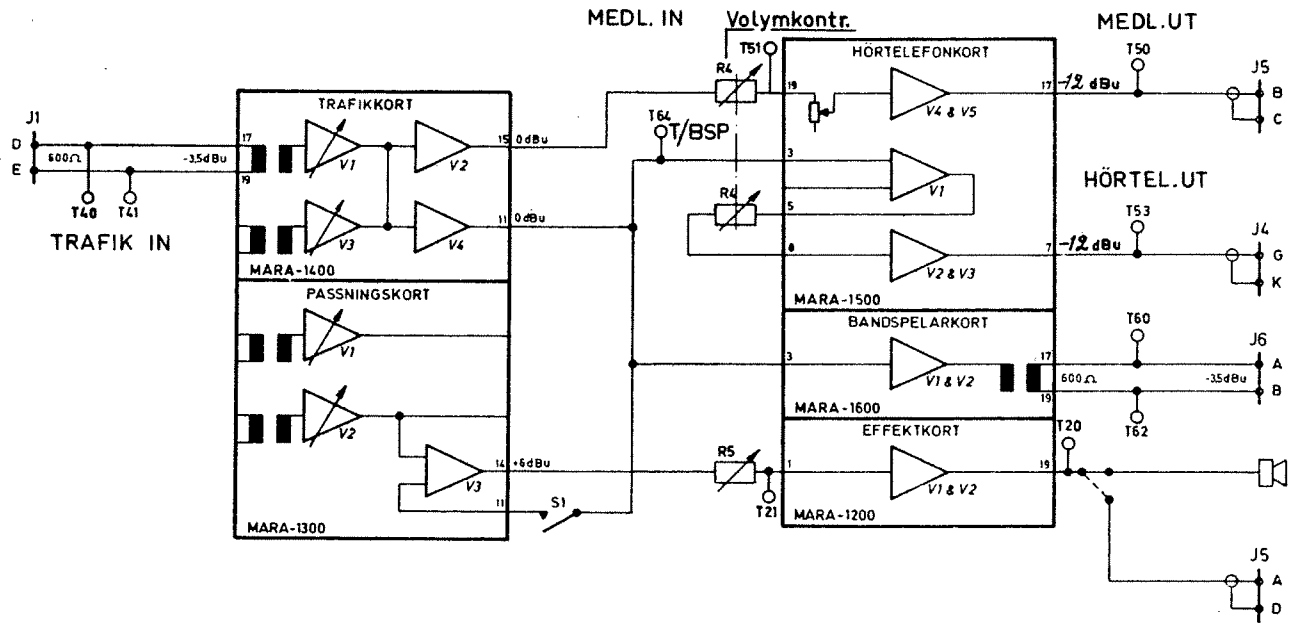

Bild 24. Blockschema BEE trafik
6.4.2.1 Anslut LF-generatorn och URI-metern till betjäningsenhetens mätuttag T40 och T41 TRAFIK IN, se bild 24 och 25.